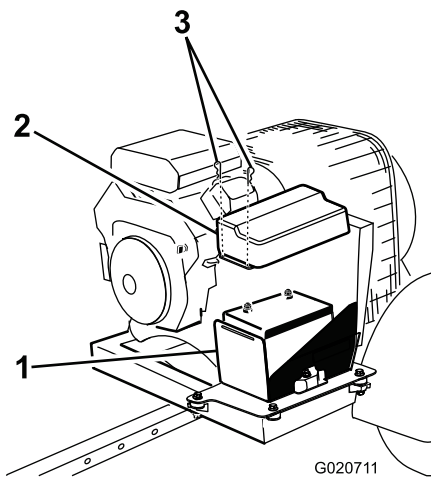

図 38
1. バッテリーカバーをバッテリーボックスに固定しているクリップを外し、ボックスからカバーを取り外す (図 38)。